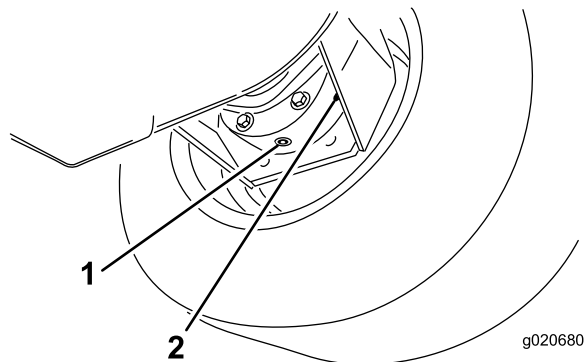

図 59
3. ブレーキハウジングの下に容器を置き、プラグを外してオイルを抜く 図 59。